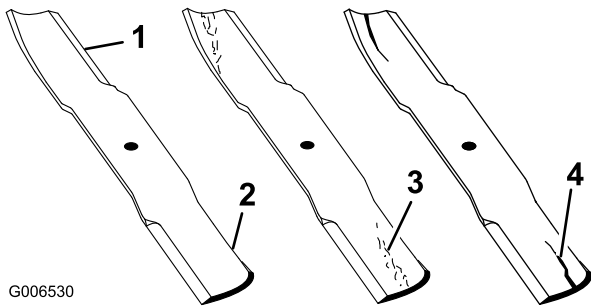

Bild 51
1. Untersuchen Sie die Schnittkanten (Bild 51). Bauen Sie, wenn die Kanten nicht scharf sind oder Kerben aufweisen, die Schnittmesser aus und schärfen sie; siehe Schärfen der Messer.
2. Prüfen Sie die Schnittmesser, insbesondere den gebogenen Bereich (Bild 51). Montieren Sie, wenn Sie Schäden, Verschleiß oder Rillenbildung in diesem Bereich feststellen (Bild 51), sofort ein neues Schnittmesser.